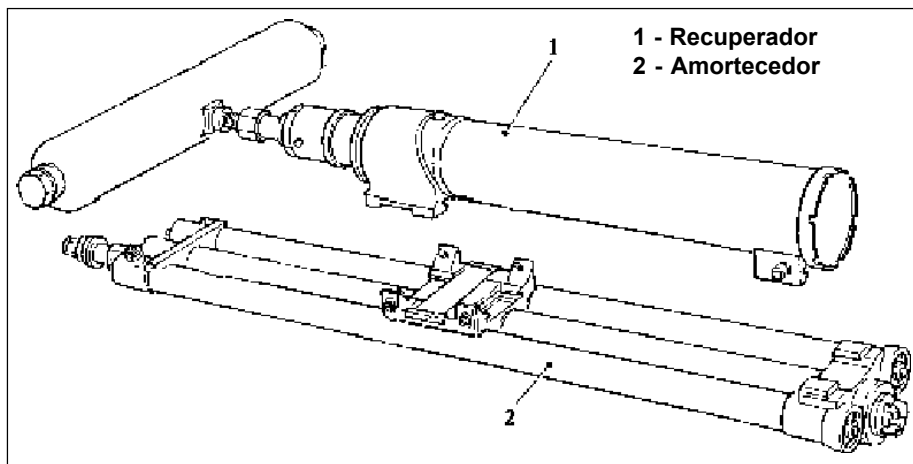
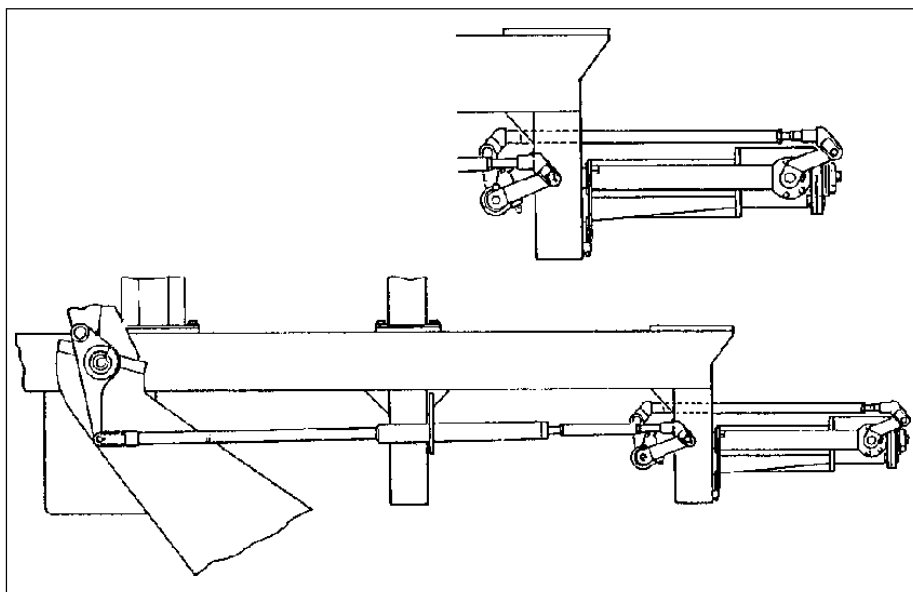

Fig 9-1. Sistema de recuo
Fig 9-2. Mecanismo de recuo variável
- a. Recuperador** - Que tem como funções (Fig 9-1):
- (1) efetuar a volta em bateria e manter as elevações;
- (2) auxiliar o amortecedor na absorção da energia; e
- (3) auxiliar no controle da volta em bateria.
- b. Amortecedor** (Fig 9-1) - Que tem como funções:
- (1) absorver a energia; e
- (2) controlar a parte final da volta em Bia.
c. Mecanismo de recuo variável (Fig 9-2) - Sua função é transmitir uma diminuição no comprimento do recuo, em função da elevação que for dada ao tubo a partir de 30°.